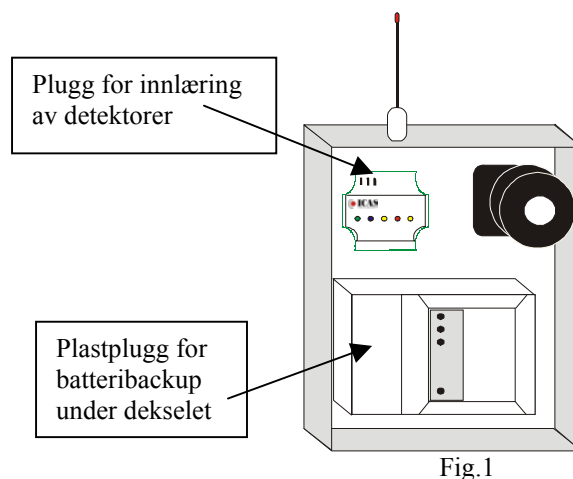

Fig.1
2. Åpne opp lokket på sentralen. Sett plastplugg for batteribackup over begge pinnen i sentralen. (Fig.1)